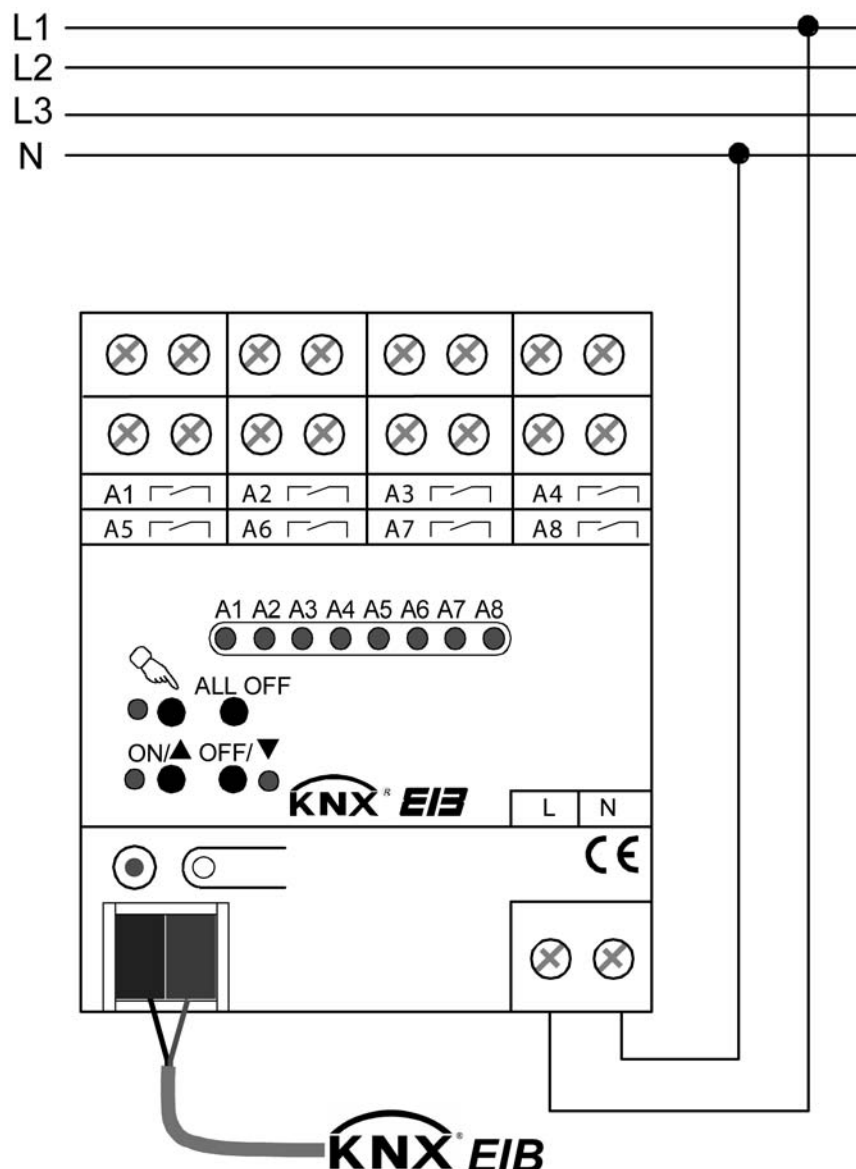

Bild 2: Elektrischer Anschluss der Netzspannungsversorgung
- Der Busanschluss (Standard-Busklemme) und der Anschluss der Netzspannungsversorgung ist gemäß folgendem Anschlussschema vorzunehmen (siehe Bild 2).